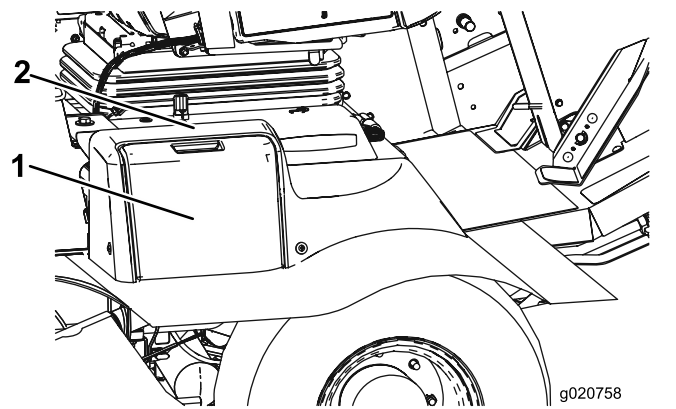

Figura 94
1. Abra la tapa de la batería, situada en el lado de la cubierta (Figura 94).
**Nota:** Presione hacia abajo sobre la superficie plana situada encima de la tapa de la batería para facilitar la apertura de la tapa (Figura 94).